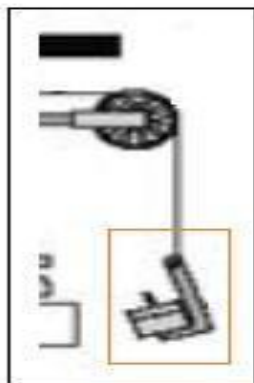

Figura 7. Instalación del porta-masas.
7. Tome la punta del hilo que se encuentra a 10 cm del suelo y átelala al porta-masas como se muestra en la **figura 7**.